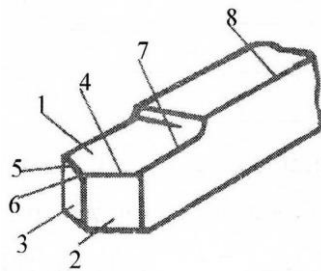

Рис. 1.
2. Перечислите основные элементы токарного резца (Рис.1.):